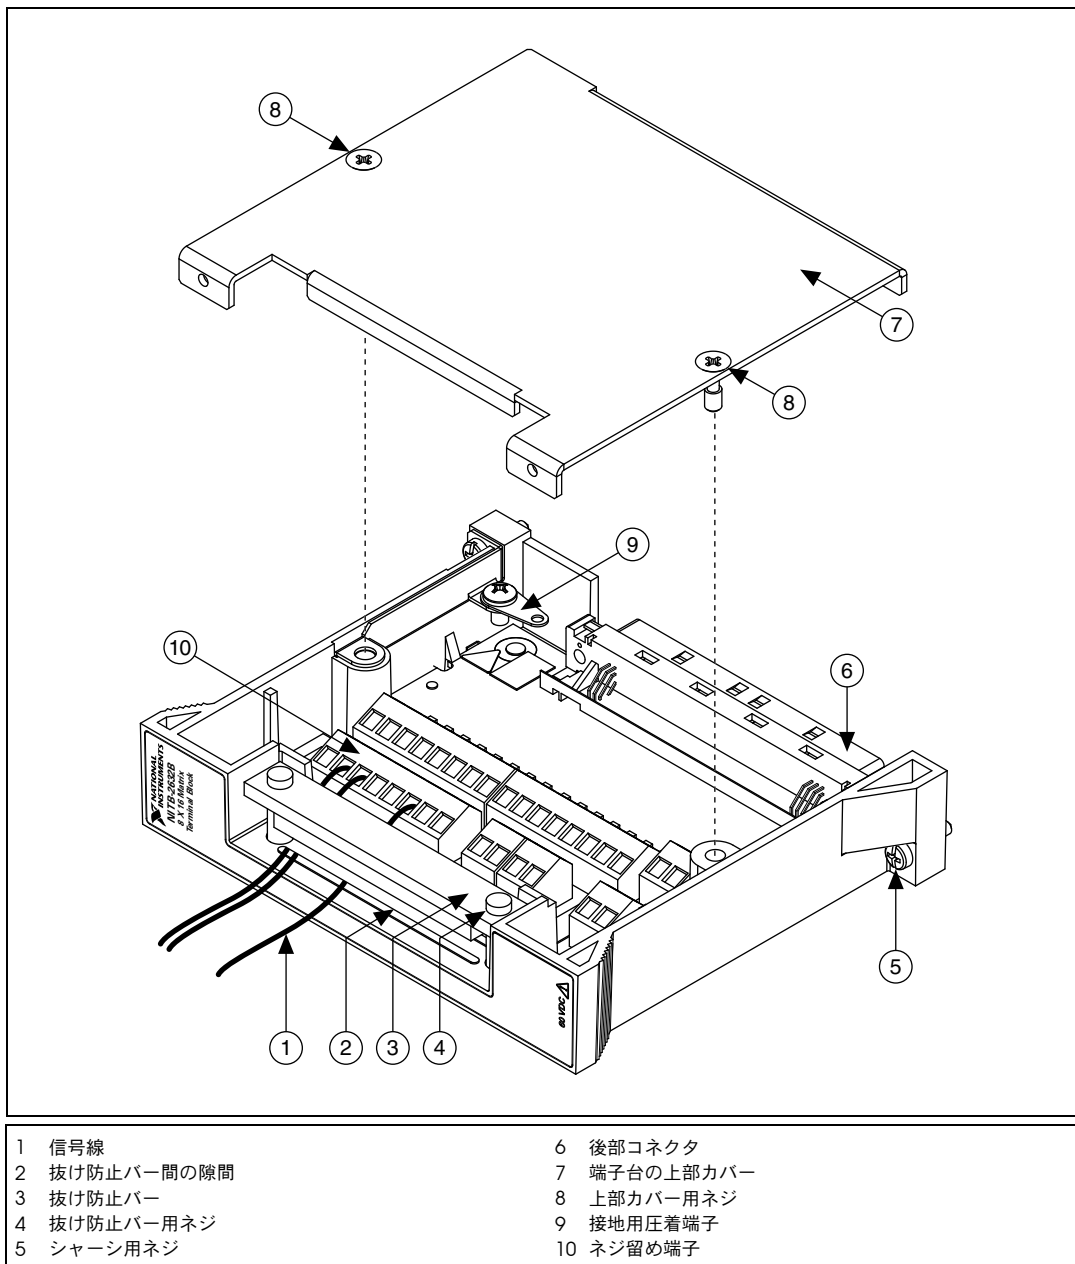

図 1 NI TB-2632B 端子台
5. 図 1 に示されているように、信号線を抜け防止バー間の隙間に通します。
7. 信号線のシールドを図 1 に示すように接地用圧着端子に接続します。